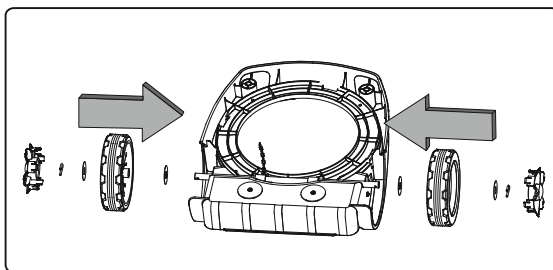

Рис. 5
**2.1 Для модели VE 163E.** Вставьте колёсную ось в разъемы на основании устройства. Наденьте шайбу на ось, затем заднее колесо и добавьте ещё одну шайбу. Вставьте стопорный штифт колеса в отверстие на конце оси, чтобы зафиксировать его на месте. Установите колпачок на колесо. Повторите те же действия с другим концом оси (рис. 5).